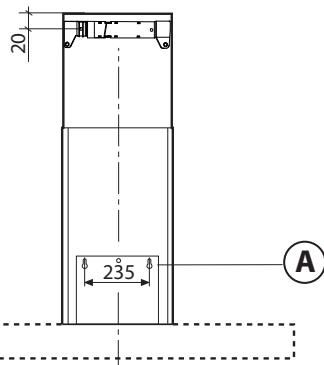
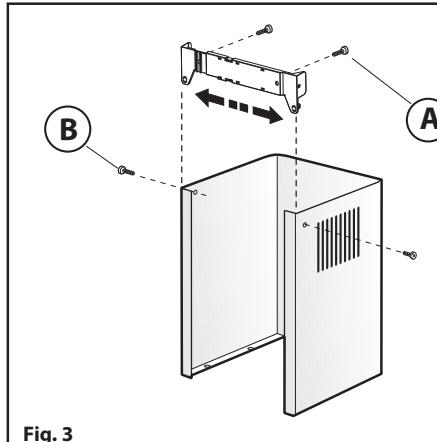
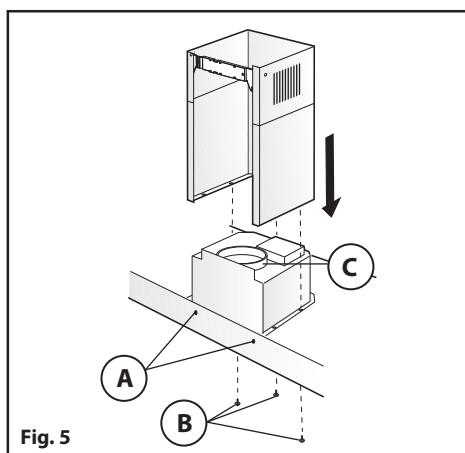

Fig. 2
Fig. 3
Fig. 5
- Eseguire i fori A rispettando le quote indicate (**Fig.2**).
- A regolazione avvenuta fissare la cappa definitivamente tramite le 2 viti **A** (**Fig.5**).
- Regolare la larghezza della staffa di supporto del raccordo superiore (**Fig.3**).
- Successivamente fissarla al soffitto in modo che sia in asse con la vostra cappa tramite le viti **A** (**Fig.3**) e rispettando la distanza dal soffitto indicata in **Fig.2**.
- Collegare, mediante un tubo di raccordo, la flangia **C** al foro evacuazione aria (**Fig.5**).
- Fissare il raccordo inferiore alla cappa utilizzando le viti **B** in dotazione (**Fig.5**), sfilarlo il raccordo superiore fino alla staffa e fissarlo tramite le viti **B** (**Fig.3**).